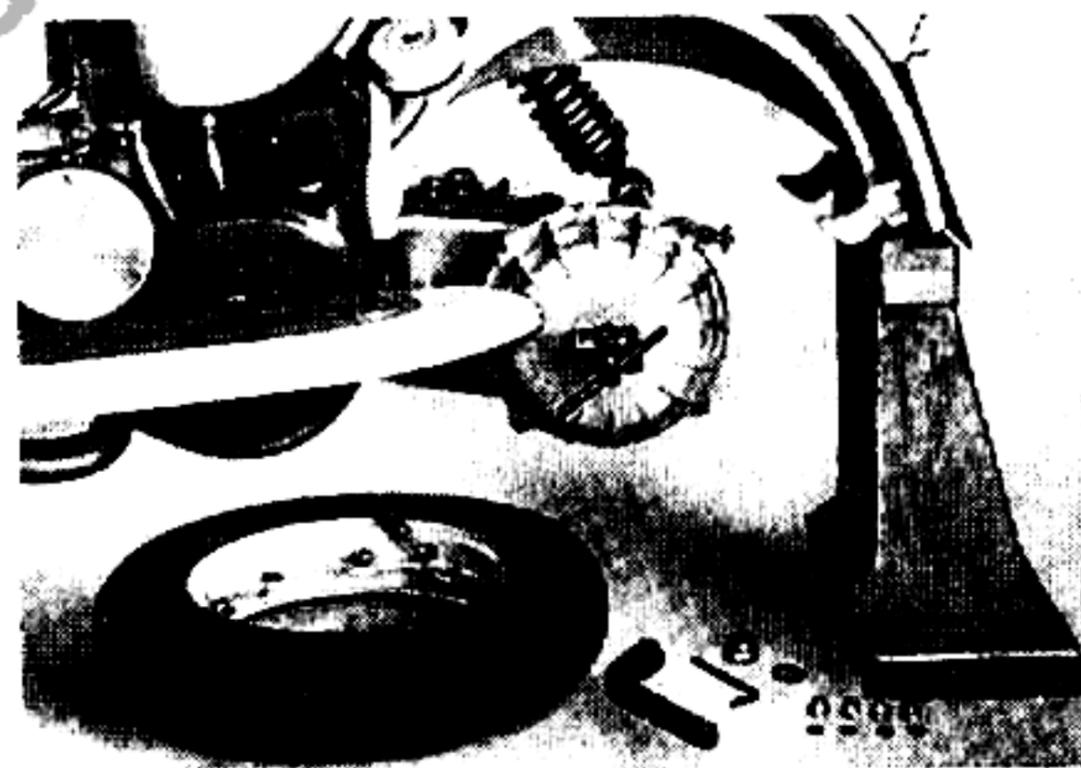

Fig. 12
**NOTA** - Per le operazioni che comportano lo smontaggio della ruota posteriore o della sospensione posteriore, si deve sostenere la macchina all'estremità della costola centrale ed è opportuno disporre di un supporto, ad esempio del tipo usato per la prima volta nell'op. 15 (vedi fig. 12).
- 16 Smontare la ruota posteriore: svitare i dadi ciechi e sfilare il cerchio dal mozzo; quindi svitare il dado di fissaggio del mozzo sul secondario (chiave da 27) ed estrarre il mozzo usando l'attrezzo n. 59826. Vedi fig. 12.